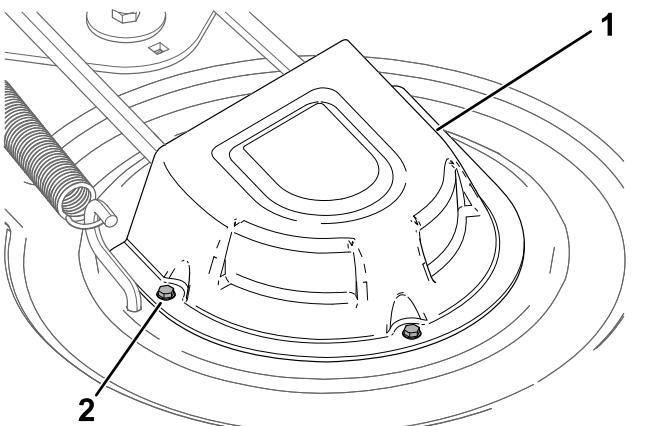

Figura 53
4. Allentate le viti e rimuovete le coperture delle pulegge (Figura 53).